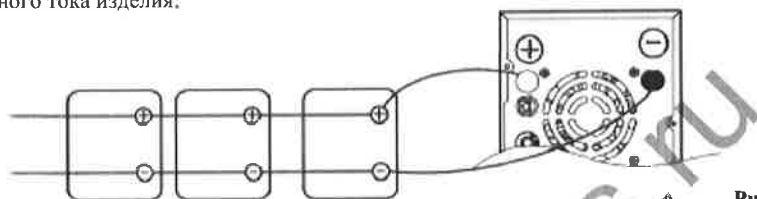

Рисунок 3
3) **Параллельное присоединение нескольких аккумуляторных батарей (смотрите рисунок 3):** Электрическое напряжение каждой батареи должно быть равно номинальному напряжению постоянного тока изделия.